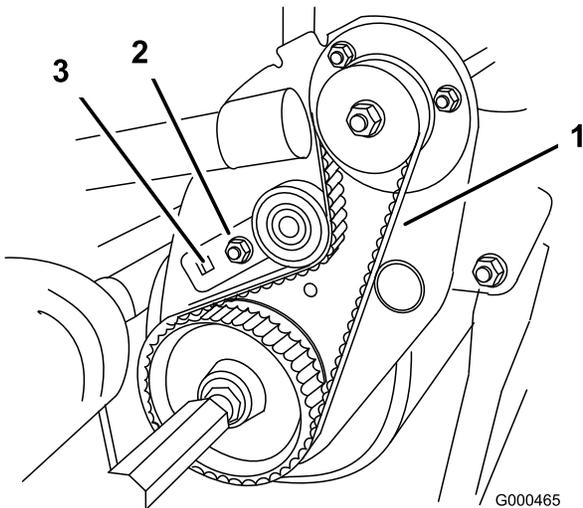

图47
- B. 使用 9.53mm 传动扭矩扳手，以 4~4.5Nm 的扭矩旋转怠轮支架，设定皮带张紧力（图47）保持扭矩扳手设置的同时，拧紧怠轮支架安装螺栓（安装舌根垫圈以防止皮带打滑。）。输送带不可过紧。